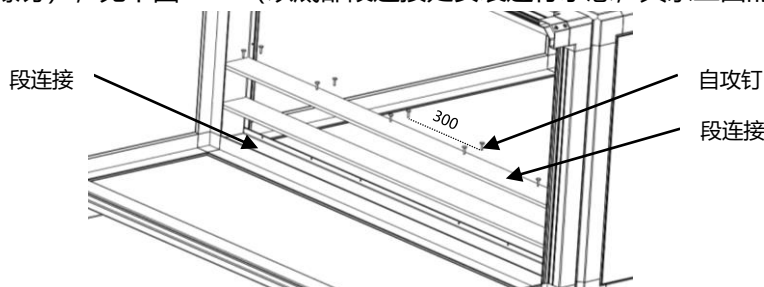

图4.7 底部段连接条安装示意图
- 将段连接条卡入段连接处，并在用合适的自攻钉将段连接条固定在2个运输段之间（建议两侧每间隔300mm固定一个螺钉），见下图4.7：（以底部段连接处安装进行示意，其余三面的安装方式相同。）